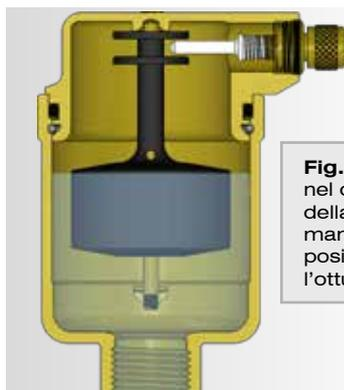

Fig.1 Nel caso non ci sia aria nel circuito, l'acqua all'interno della valvola di sfogo mantiene il galleggiante in posizione tale da chiudere l'otturatore.
- con l'aiuto di una chiave a brugola da 4mm svitare la valvolina di sfogo per poi procedere con la pulizia o la sostituzione **Fig.1**.